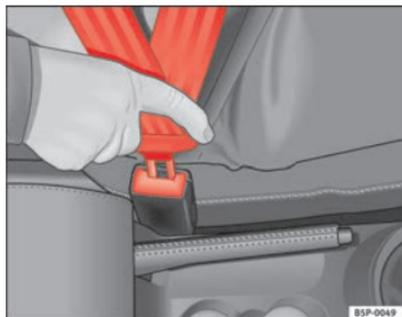

Fig. 11 Fecho e lingueta do cinto de segurança
- Insira a lingueta no fecho do banco correspondente, até se ouvir encaixar ⇒ fig. 11.